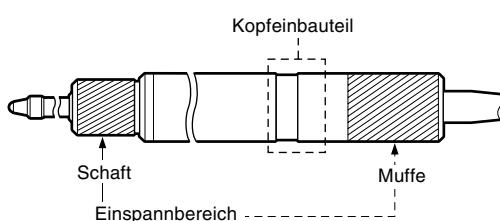

Abb. 1 Montagepositionen
- Sicherstellen, daß der Schaft des Meßgeräts für die Montage fest eingespannt ist. Falls ein anderer Teil des Meßstasters eingespannt werden muß, ist der Bereich um das Firmenzeichen (in den der Kopf eingebaut ist) und seine nähere Umgebung zu vermeiden. (Abb. 1) Bei der Montage das Meßgerät so sichern, daß die Montageschrauben nicht in direkten Kontakt mit dem Gerät kommen.